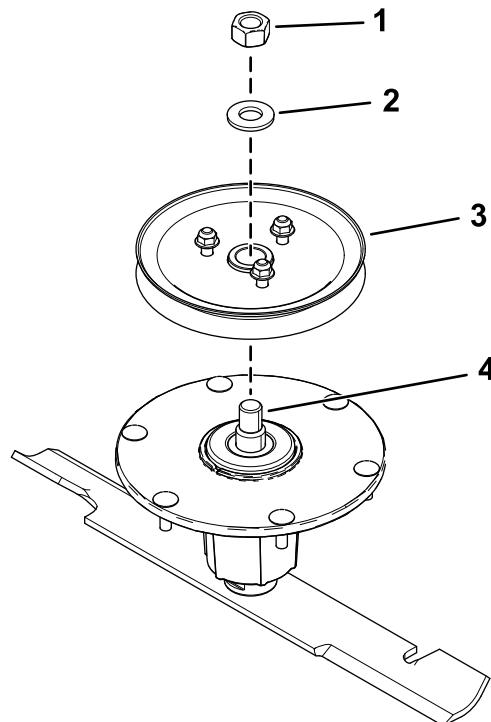

Figure 10
- Fixez la roue à gorge sur l'axe avec la rondelle et l'écrou supérieur (Figure 10).